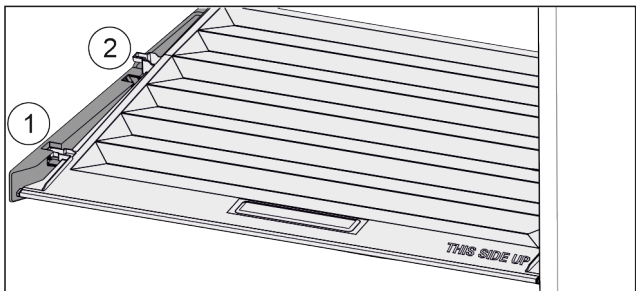

Fig. 42
- Tirer le couvercle vers l'avant jusque dans l'orifice des pièces de retenue Fig. 42 (1).
- Le soulever par le bas à l'arrière et le sortir par le haut Fig. 42 (2).